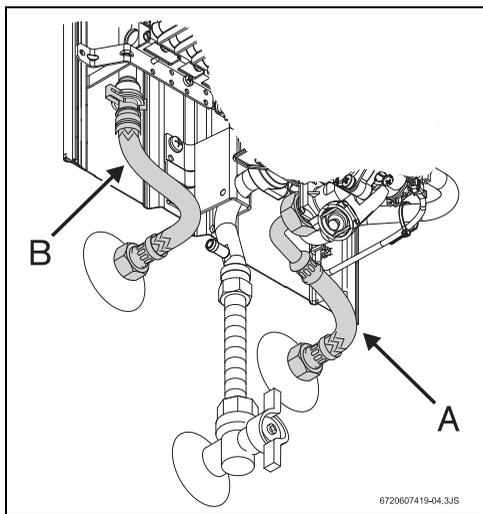

Рис. 12 Подключение подачи воды
- ▶ Следить за тем, чтобы при подключении не перепутать место подсоединения водопровода холодной воды (рис. 12, [поз. А]) не поставляется с оборудованием) с местом подсоединения водопровода горячей воды (рис. 12, [поз. В]).